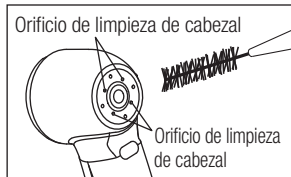

Fig. 5
- 2) Retire la suciedad y los residuos de los orificios de limpieza del cabezal con el cable de limpieza y el cepillo (suministrados como accesorios para la pieza de mano) (Fig. 5).